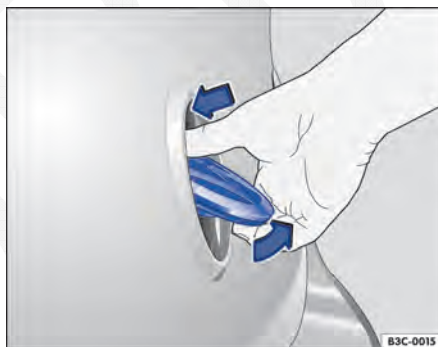

Fig. 48 Com o emblema Volkswagen na tampa do compartimento de bagagem: abrir a tampa do compartimento de bagagem por fora.
- *Passat:* pressionar na parte acima do logo Volkswagen → Fig. 48. A tampa do compartimento de bagagem se abre automaticamente.
- *Passat Variant:* pressionar o logo Volkswagen → Fig. 48, a parte inferior do lodo dobra-se para fora.